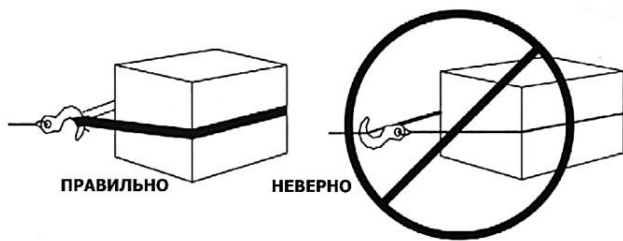

Рисунок 12.
**Внимание:** Используйте коррозийную защиту к точке крепления. Не прикрепляйте крюк обратно к тросу. Это может стать причиной разрыва троса (рисунок 12).